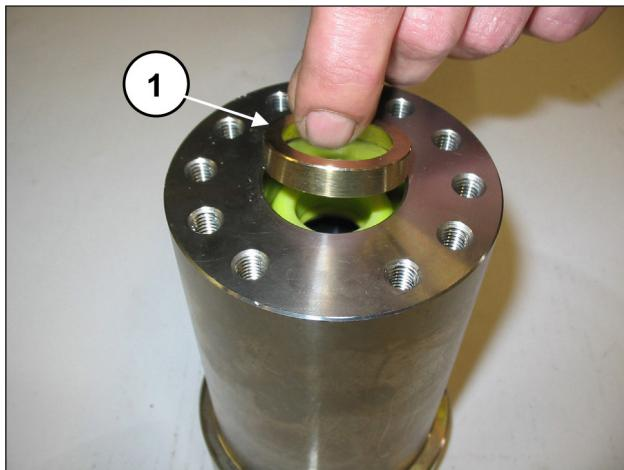
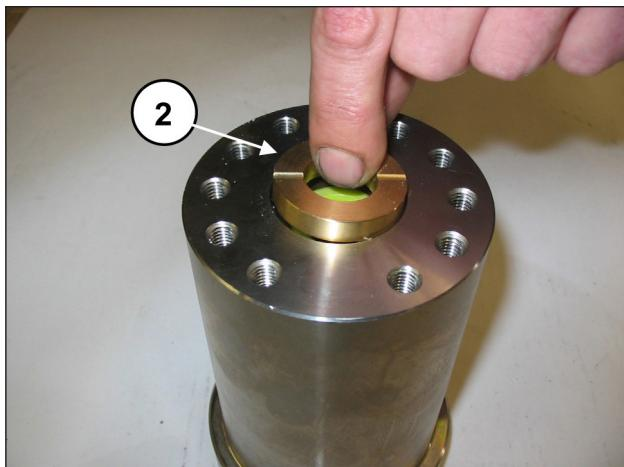
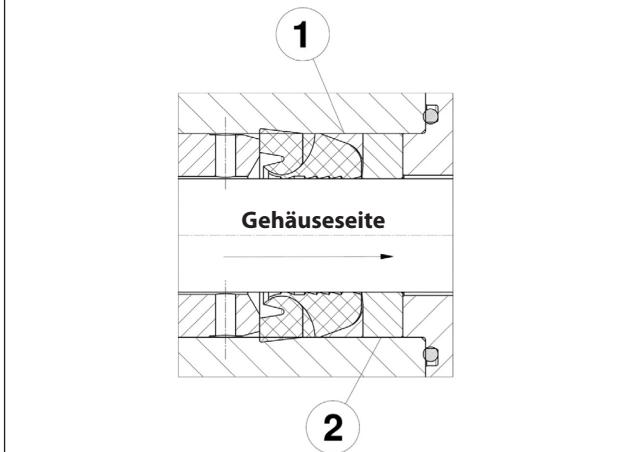

Abb. 122
Abb. 123
Abb. 124
Die HD-Dichtung muss lt. Abb. 121 und Abb. 122 eingesetzt werden.
Tragen Sie das Fett so auf den Innendurchmesser auf, dass sämtliche Sicken zwischen den Dichtlippen einwandfrei gefüllt werden, siehe Abb. 122.
Setzen Sie den Stützring und die Dichtungshülse ein (Pos. ① und ②, Abb. 122, Abb. 123 und Abb. 124).
Führen Sie die Dichtungshülse ② mit den zwei nach außen gerichteten Aussparungen (zur Gehäuseseite) gemäß Abb. 123 ein.